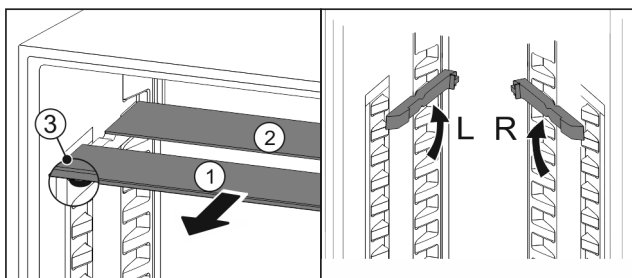

Fig. 18
- ▶ Skleněné desky jednotlivě vytáhněte dopředu Fig. 18 (1).
- ▷ Skleněná deska Fig. 18 (1) s ozdobnou lištou leží vpředu.
- ▷ Zářezky Fig. 18 (3) směřují dolů.